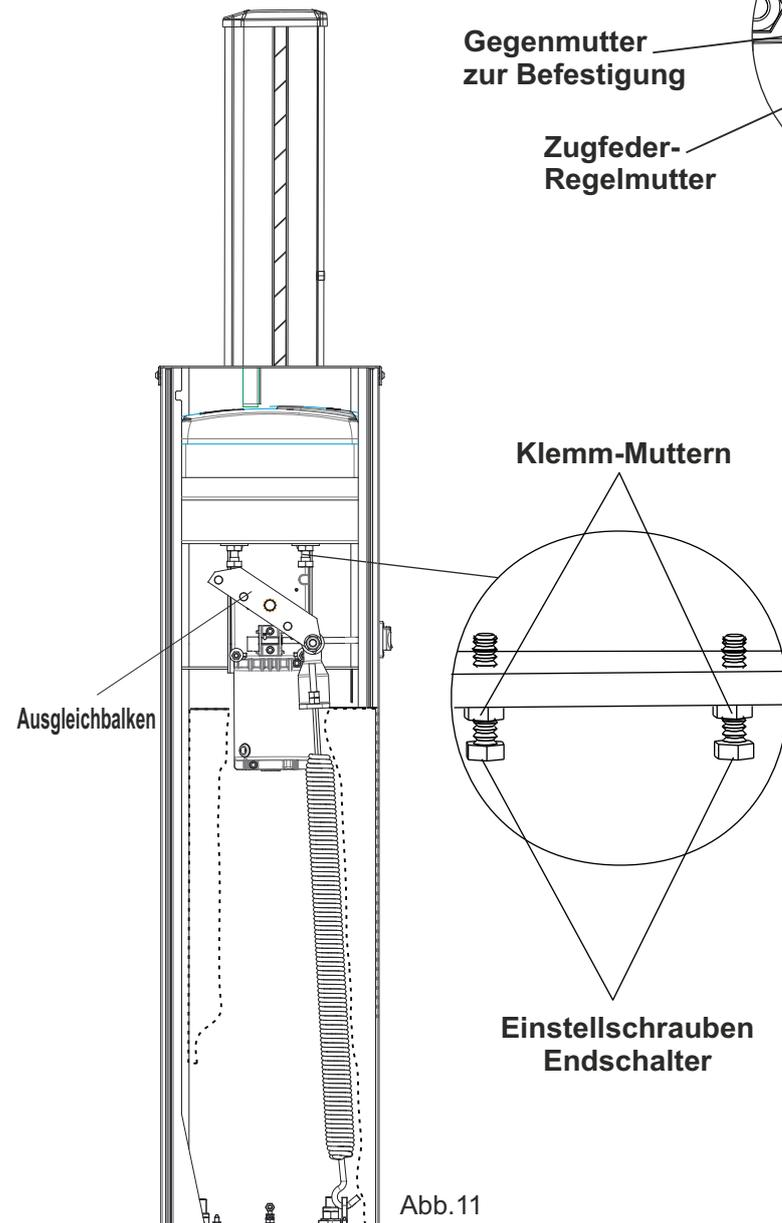

Abb. 11
- Die Schrauben der Endschalter entriegeln, indem die Befestigungsmuttern, die sich auf den mechanischen Stopps befinden (Abb. 11) abgeschraubt werden.
- Endschalterschrauben entsprechend anziehen oder lösen, damit der Schlagbaum in exakter senkrechter, beim Öffnen (Abb. 11), und exakter waagrecht Stellung, beim Schließen, stillsteht.